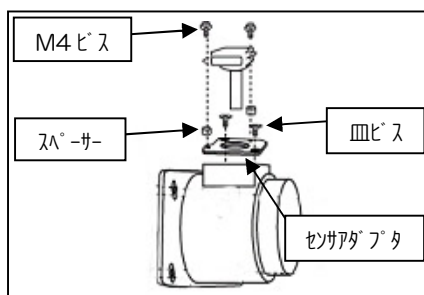

図 4
- ①図 4 を参考にエアフロアダプター、センサアダプター、エアフロセンサーを組み立てます。